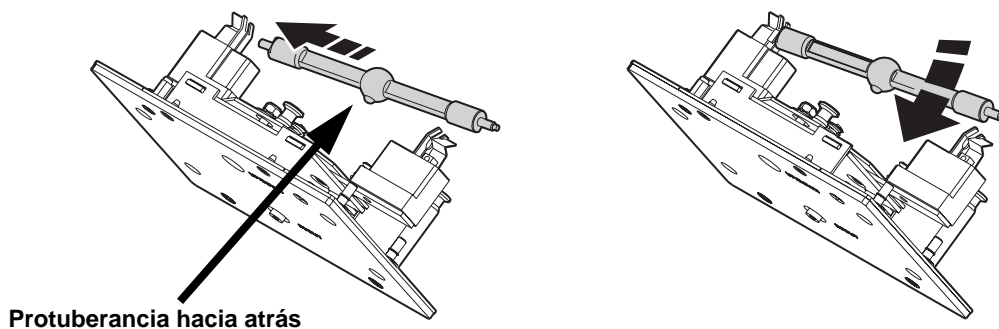

Figura 4: Inserción de la lámpara
4. Con la protuberancia del bulbo de la lámpara mirando hacia la placa tal y como muestra la Figura 4, insertar el contacto izquierdo en el portalámparas. Empujar el muelle del lado derecho hasta situar el contacto en su lugar.